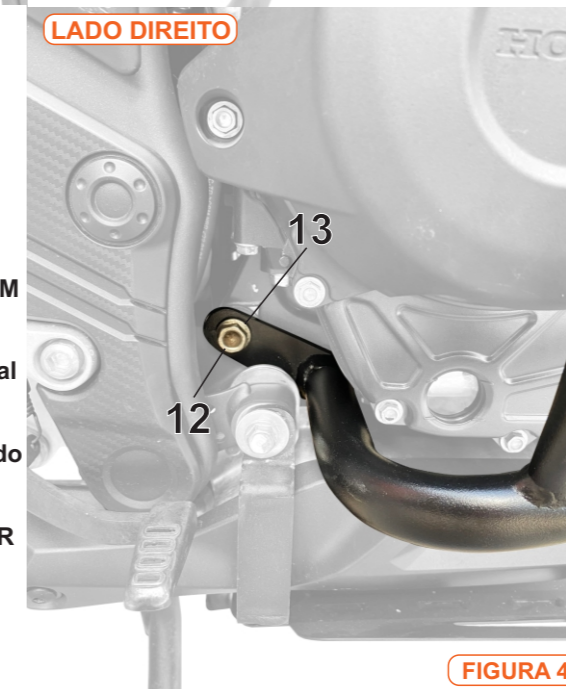

FIGURA 4
- Instale o protetor do lado direito conforme figura 4, substituindo o parafuso traseiro pelo parafuso "12" e utilizando o parafuso original da motocicleta na parte frontal. UTILIZAR TORQUIMETRO COM REGULAGEM DE 45N.m para o parafuso original.